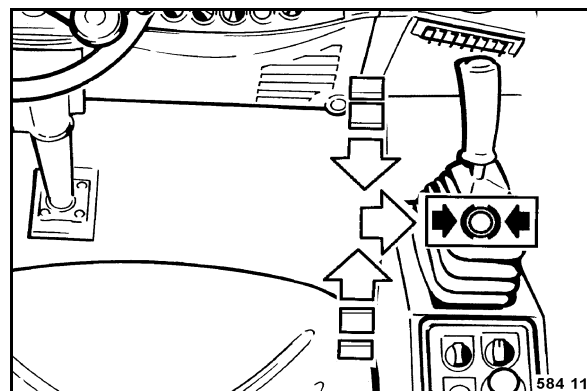

Fig. 47
- Vérifier si le levier de commande de la marche (Fig. 47) est encranté vers la droite sur position de freinage.